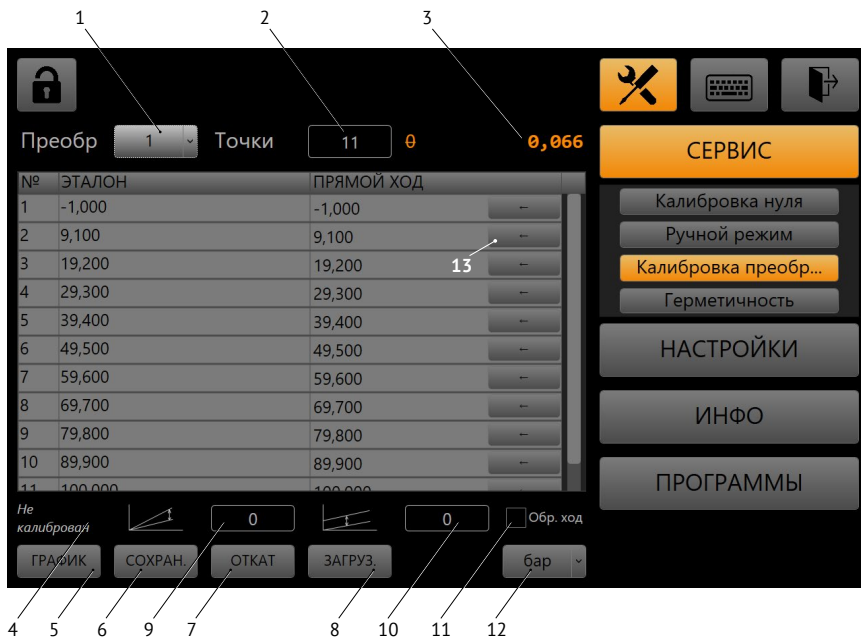

Рис. 11. Калибровка преобразователей давления
2.3.5.2 Калибровка преобразователей требуется после установки калибратора новых преобразователей давления либо для повышения точности измерения установленных. Для этого  **Сервис** → **Калибровка преобр-лей** (Рис. 11). Доступ к данному разделу осуществляется по паролю «814507», пароль является сервисным.
2.3.5.2.4 Для просмотра графика приведенной ошибки нажать кнопку **ГРАФИК** (Рис. 11).